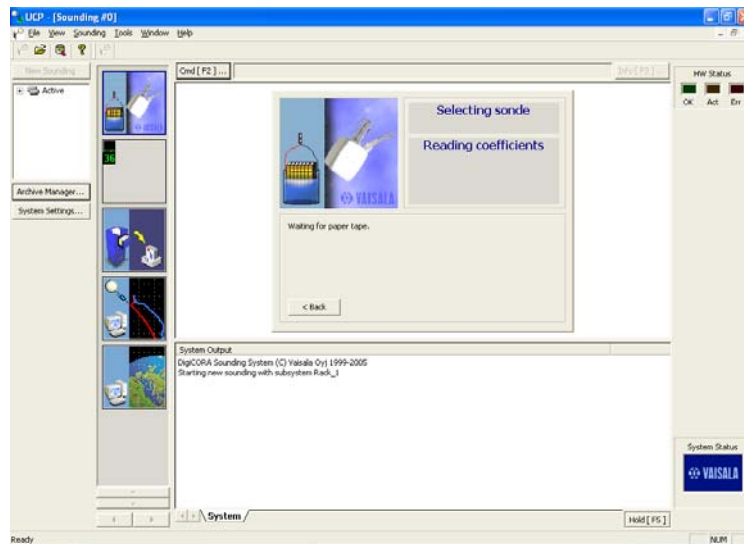

图 4
27. 点击 DigiCORA III 视窗左上部“新的探测”，让系统运行其启动检查。需要几分钟达到 100 %检查完毕。平米截图见图 4。(如果看不到“新的探测”，打开“归档”文件并关闭最后的探测文件。)